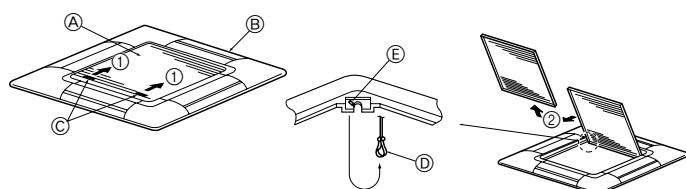

Fig. 5-3
5.2.1. Удаление воздухозаборной решетки (Fig. 5-3)
- Сдвиньте рычаги в направлении, обозначенном стрелкой ①, чтобы открыть воздухозаборную решетку.
- Пока воздухозаборная решетка находится в "открытом" положении, удалите стержень воздухозаборной решетки с вентиляционной решетки в направлении стрелки ②.